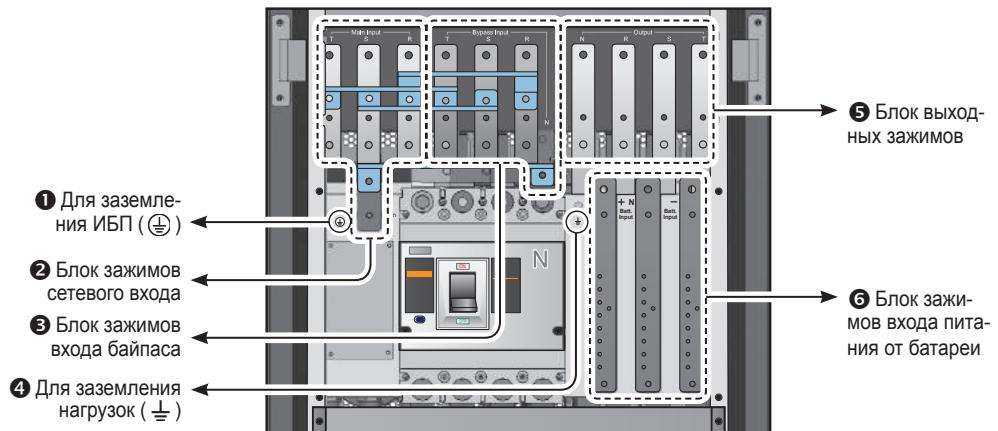

Рис. 5-6. Выводы ИБП
- Если входы и выходы ИБП соединены звездой, то запрещается подключать нулевой проводник ИБП (N) к заземлению (⏚). Для подключений, показанных на *Рис. 5-6, 5-9 и 5-10*, выбрана схема соединения звездой.
- Если у источника электроэнергии имеется перепад напряжения между нулевым проводником (N) и заземлением (⏚), и требуется, чтобы напряжение V_{NG} ИБП равнялось нулю, то между ИБП и источником электроэнергии следует установить разделительный трансформатор, после чего замкнуть проводники «нуль» (N) и «заземление» (⏚) ИБП между собой.
2. Корректная работа ИБП возможна, только если нулевой проводник сети надёжно присоединён к выводу (N) на блоке зажимов сетевого входа.